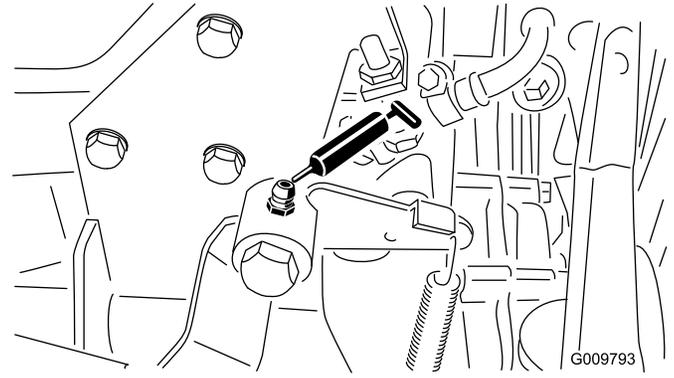

Рисунок 43
- Рычаг привода акселератора (1) (Рисунок 43)